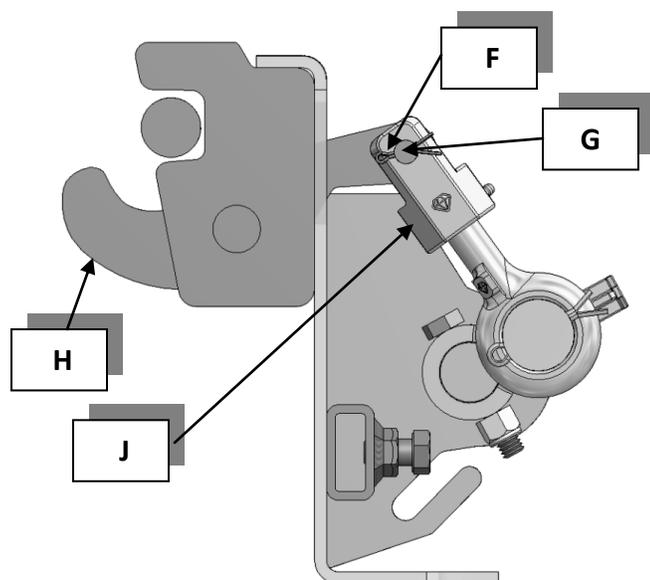

Figure 5
- Avec la barrure (**H**) en position ouverte (*figure 5*), remarquez le côté de la porte qui est le moins fermé.
- Tirez ce côté de la porte fermement contre le plancher et verrouillez-la en engageant les deux barrures (**H**) (*figure 5*).